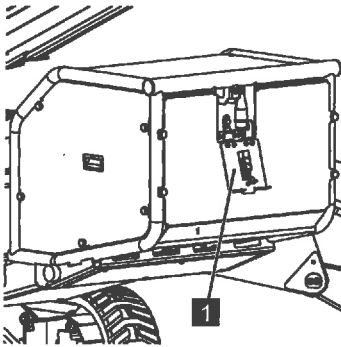

Abb. 56
1. Klappe (Abb.56/1) öffnen und Verlängerungskabel an den Stecker anschließen. Dabei die maximalen Kabellängen beachten.